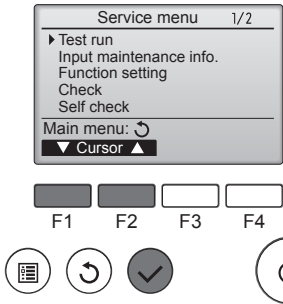

Fig. 8-1
- ① Selezionare l'opzione "Test run" (Prova di funzionamento) dal Menu di Servizio, quindi premere il pulsante [SCEGLI]. (Fig. 8-1)